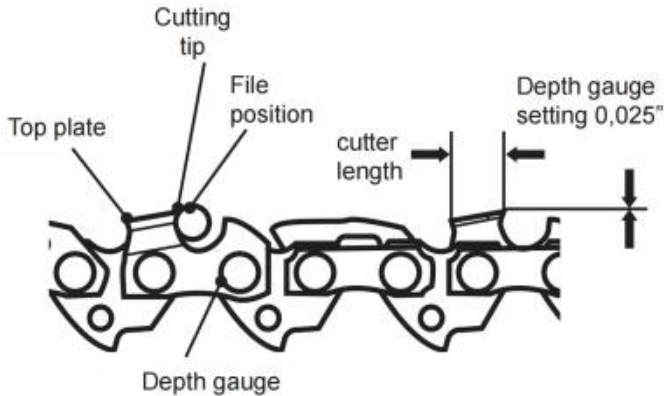

Fig. 75
9. Gebruik een dieptemeter om de hoogte te controleren van de dieptemeter. Dieptemeter-meetmallen zijn verkrijgbaar bij meest gerenommeerde gereedschapshandelaren (Fig. 75).